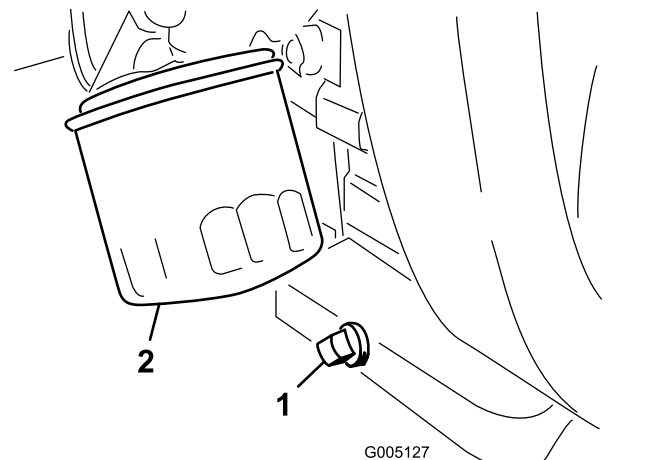

図 47
1. ドレンプラグ (**図 47**) を外してオイルを容器に受ける。オイルが抜けたらドレンプラグを取り付ける。